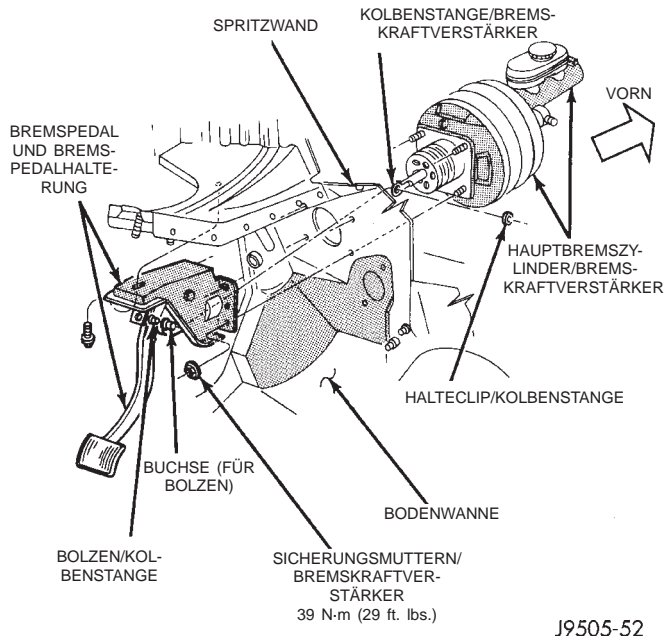

Abb. 25 Befestigung des Bremskraftverstärkers
(4) Den Halteclip lösen, mit denen die Kolbenstange am Pedalbolzen befestigt ist (Abb. 25). Dann die Kolbenstange vom Pedalbolzen heruntergleiten lassen.
(5) Die vier Muttern lösen, mit denen der Bremskraftverstärker an der Spritzwand befestigt ist.